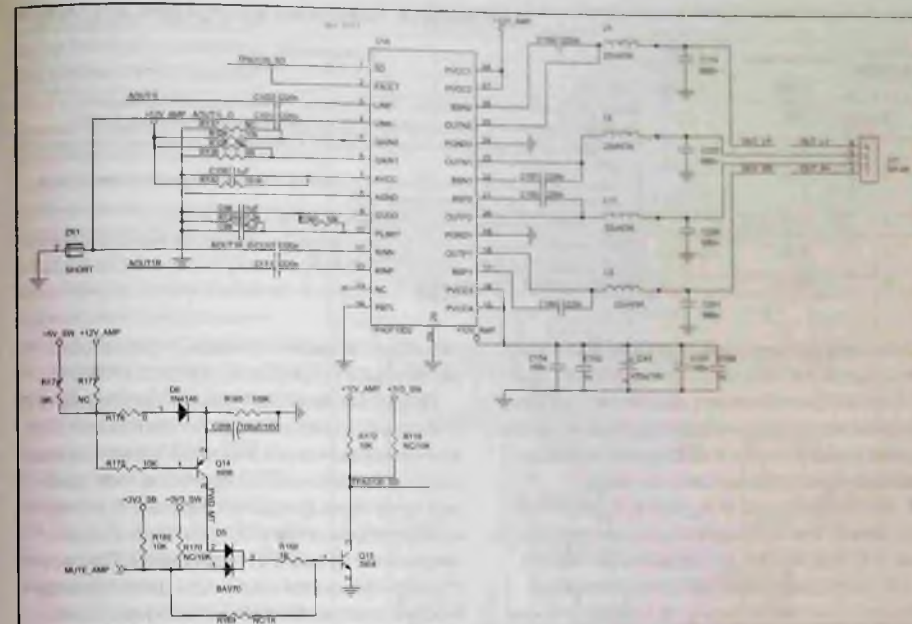

Рис. 6. Фрагмент принципиальной схемы платы CV9202H-TPW с УМЗЧ
В качестве УМЗЧ на плате применена ИМС типа ТРА3110D2 — это 15-ваттный стереоусилитель (нагрузка 4 Ом на канал) класса D с фирменной защитой динамиков SPEAKERGUARD™ (см. фрагмент схемы на рис. 6). Вначале проверяют питание ИМС (12 В на выв. 27, 28) и наличие входных сигналов звука АOUT1R, АOUT1L. Если нет питания, проверяют цепь от разъема J8 (контакты 4, 6) до ИМС, а если нет сигналов звука — проверяют процессор U13 и его ПО (прошивку SPI Flash U15). Если сигналы звука присутствуют, проверяют отсутствие блокировки звука — наличие высокого уровня (более 2 В) на выв. 1 (SD). Если там низкий уровень (менее 0,8 В), проверяют сигнал MUTE_AMP (должен быть низкий уровень) и исправность узла блокировки Q14 Q15 D5 (рис. 6).